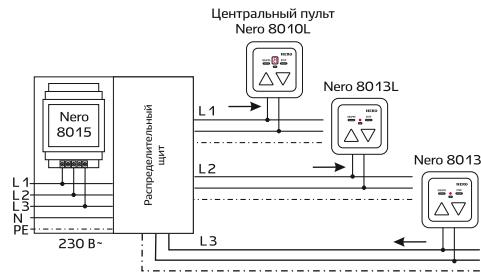

Рис. 1 – Схема передачи сигнала управления (технология PLC)
- отличительная особенность системы Nero – питание и передача/получение команд управления по существующей силовой электропроводке 230 В~ на основе уникальной запатентованной технологии PLC. Благодаря ей система обладает надежностью, высоким качеством передачи информации, в том числе и по разным фазам (использование фазового переходника Nero 8015), простотой и гибкостью при установке, а также легкостью в использовании и обслуживании (рис. 1);
- использование ИУ для управления другими ИУ линейки Nero в режиме «Своя группа» (рис. 1);